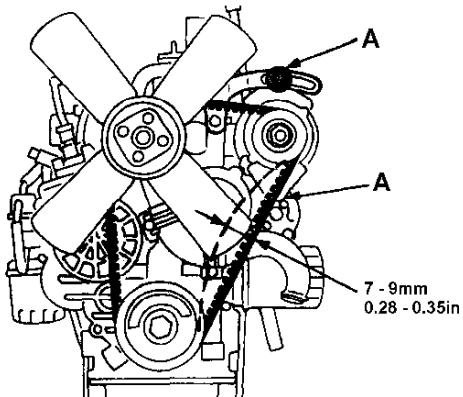

Fig.42
- Release the two bolts (A Fig.42) holding the alternator and adjust alternator until the tension is correct.
- Draai de twee bouten (A afb.42) waarmee de wisselstroomdynamo vastzit los en verstel de dynamo totdat de spanning correct is.
Dévisser les deux boulons (Fig. 42 "A") en maintenant l'alternateur, puis ajuster ce dernier jusqu'à ce que la tension soit correcte.